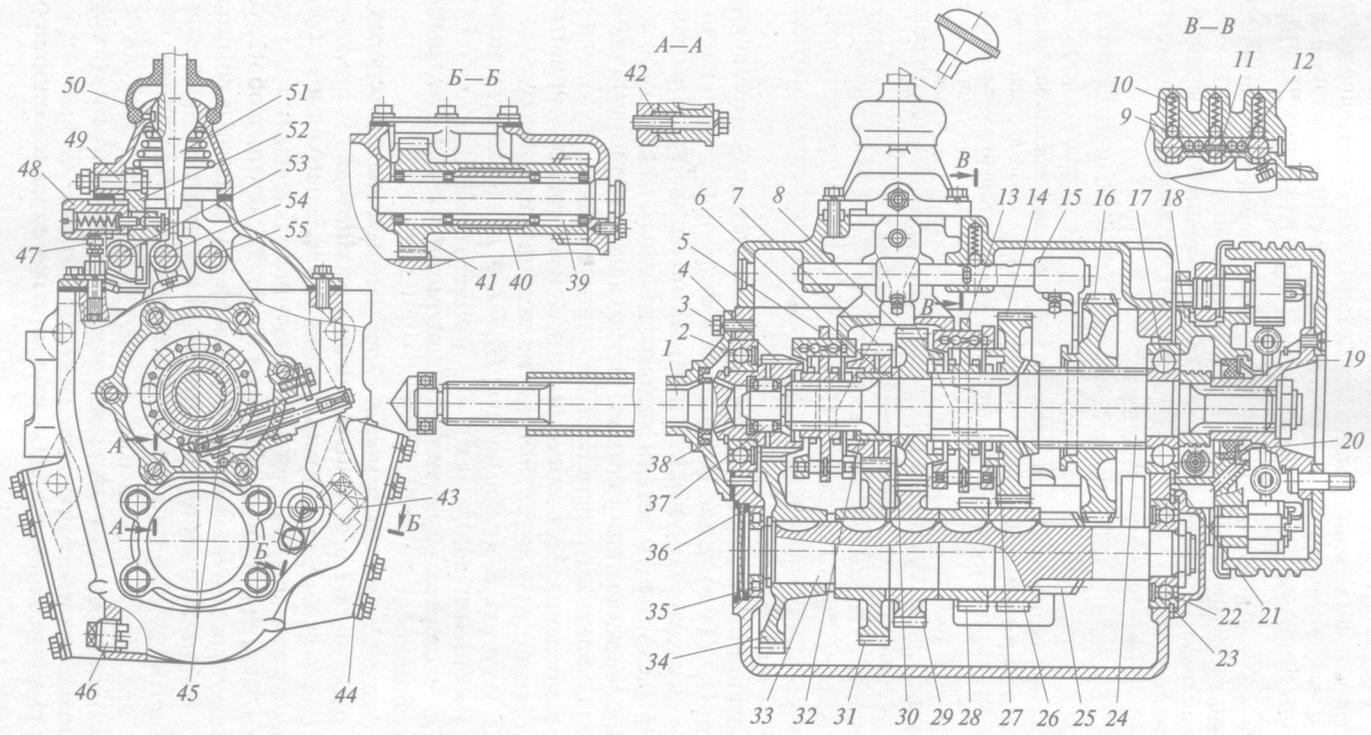

Рис. 2.7. Пятиступенчатая коробка передач автомобиля ЗИЛ-130:
22. Изучить *КП автомобиля ЗИЛ-130*, для этой цели использовать учебный плакат и рис. 2.7.